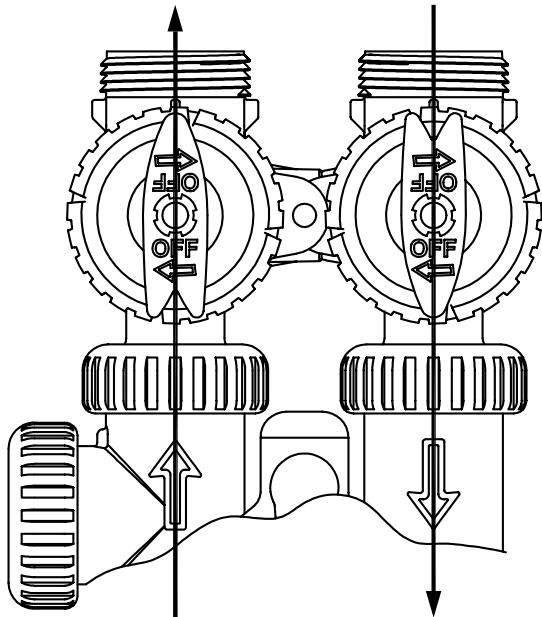

Figura 2
2. **Posición de Bypass:** Los manerales de entrada y salida apuntan hacia el centro de la válvula de bypass, la válvula de control es aislada de la presión de agua de la tubería. Se proporciona agua no tratada al sistema de tubería. (Vee Figura 2).